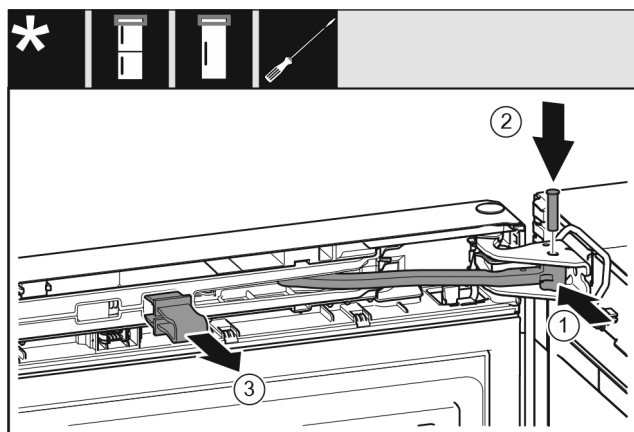

Fig. 30
- ▶ 将铰链 Fig. 30 (1) 转入托架。
- ▶ 将螺栓 Fig. 30 (2) 插入托架和铰链。同时注意止动凸轮需正确地位于凹槽中。
- ▶ 取下保险装置 Fig. 30 (3)。